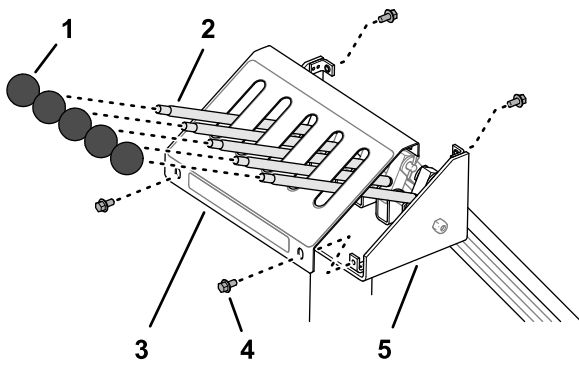

Figure 30
1. Placez le couvercle par-dessus les leviers (Figure 30).
- Fixez le couvercle sur la console (**Figure 30**) à l'aide des 4 vis à embase que vous avez retirées sous Dépose du couvercle de la console de commande (page 10).
- Vissez les 3 pommeaux retirés sous Dépose du couvercle de la console de commande (page 10) et les 2 pommeaux du kit de conversion 5 à 7 sur les leviers (**Figure 30**).